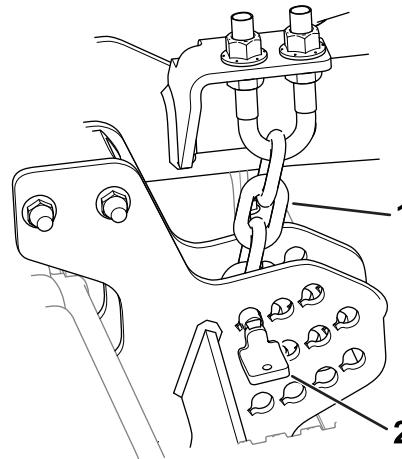

图 10
1. 取下将剪草高度链条固定到滚刀组后部的固定销图 10。
固定销应安装到最低的剪草高度链节。链条应该垂直垂下图 10 不得扭曲。